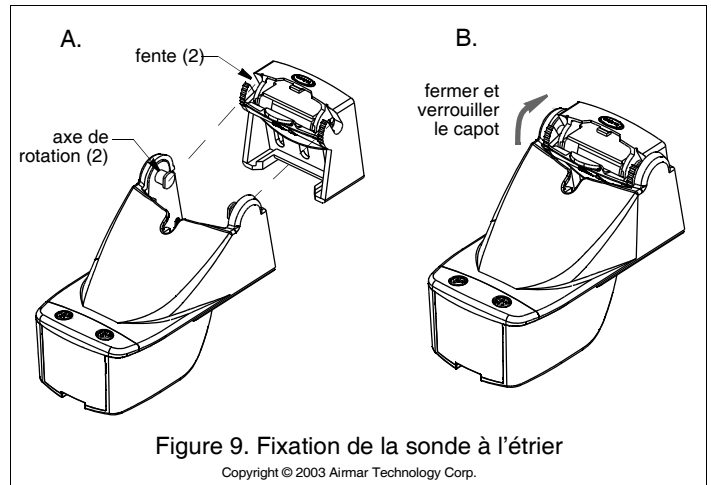

Figure 9. Fixation de la sonde à l'étrier
2. Insérez les ergots de rotation de la sonde dans les rainures en haut de l'étrier (Figure 9). Appuyez vers le bas jusqu'à ce que les ergots se mettent en place avec un clic.